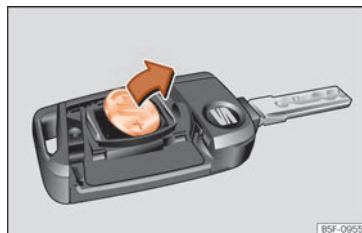

Abb. 81 Fahrzeugschlüssel: Batterie herausnehmen.
- Batterie mit einem geeigneten dünnen Gegenstand aus dem Batteriefach heraushebeln »» **Abb. 81**.
- Neue Batterie wie gezeigt ansetzen »» **Abb. 81** und entgegen der Pfeilrichtung in das Batteriefach drücken »» ❷.